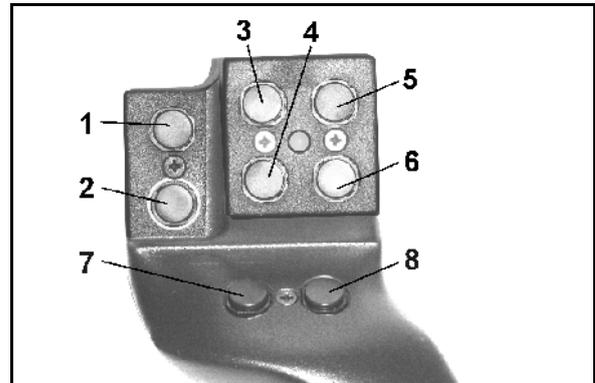

Fig. 69
Pour la commande de l'**AMATRON+**, la poignée multifonction (Fig. 69) offre 8 touches (1 - 8). Un commutateur (Fig. 70/2) donne aux touches 3 affectations différentes.
-  position centrale (Fig. 69/A) et peut être manœuvré
-  vers le haut (Fig. 69/B) oder
-  vers le bas (Fig. 69/C)
La position du commutateur est indiquée par une DEL (Fig. 69/1).